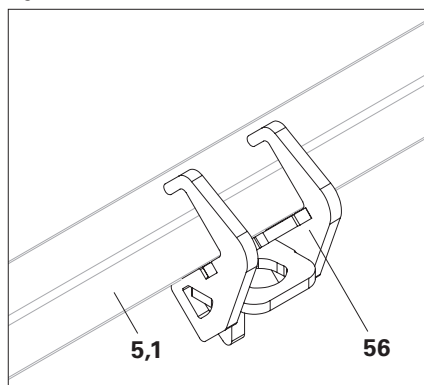
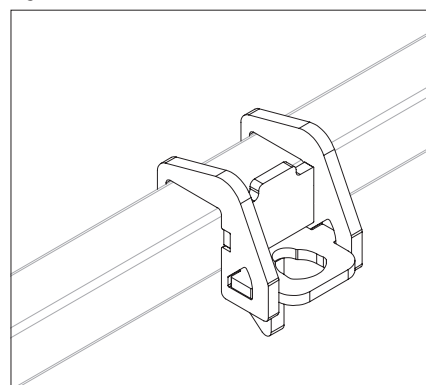

Fig. A13.02
Fig. A13.02a
- Il connettore da corrente a corrente (**56.1**) si inclina in posizione orizzontale e si blocca in posizione. (Fig. A13.02 + Fig. A13.02a)